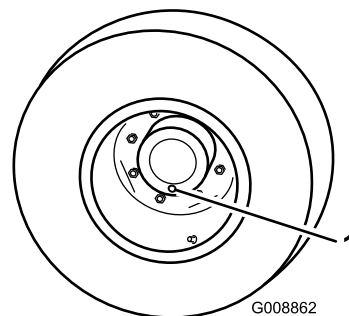

Figura 66
1. Con la macchina parcheggiata su una superficie piana, posizionate la ruota in modo che un tappo di controllo si trovi nella posizione inferiore (ore 6) (Figura 66).